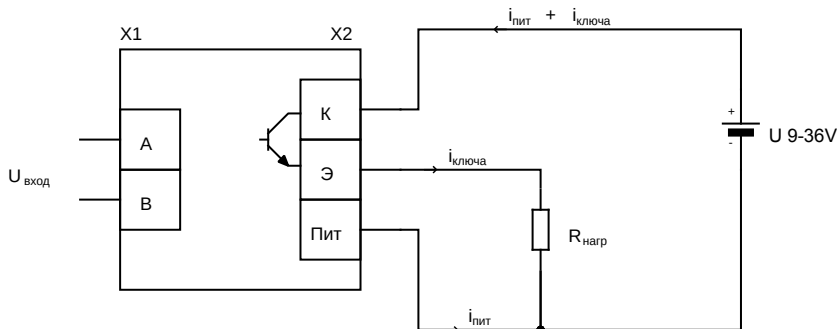

Рисунок 1А
4.4 Выходом РКН является транзисторный (n-p-n) ключ с вариантами подключения по схемам «открытый коллектор» или «открытый эмиттер». Выход РКН при срабатывании формирует положительное напряжение относительно минуса питания (используется при подключении к ПЛК на дискретный вход с положительной логикой). Коллектор транзисторного ключа X2.1 подключается к плюсу питания, с эмиттера X2.2 сигнал подается потребителю. В этом случае питание РКН X2.3 подключается к минусу источника питания (рис. 1А).